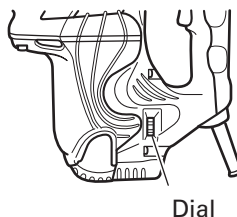

Fig. 4
8. Regulación de número de rotaciones e martilleo (Fig. 4)